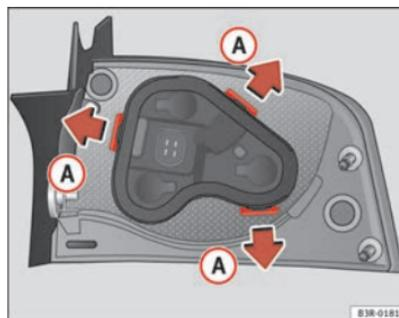

Fig. 212 Linguette di fissaggio nella parte posteriore della unità luci posteriore
- Sganciare le linguette di fissaggio ⇒ fig. 212 **A**.